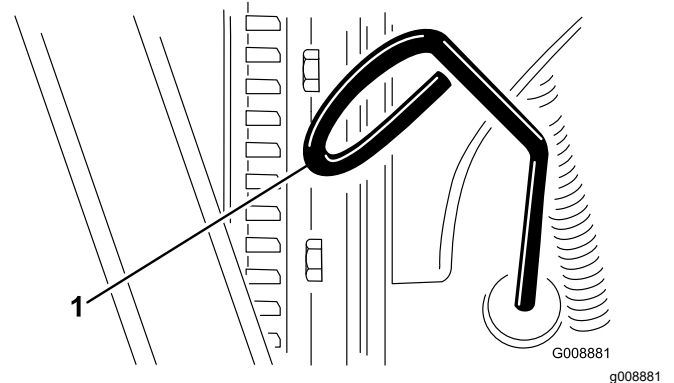

Figure 72
3. Retirez la jauge (Figure 72) et essuyez-la sur un chiffon propre.